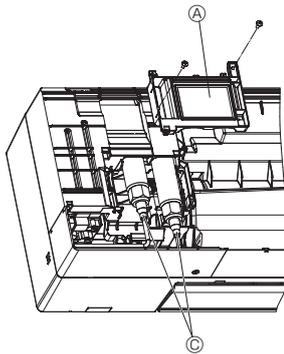

Fig. 3-11
- (4) Déposer le couvercle de boîtier (A). (Fig. 3-11)